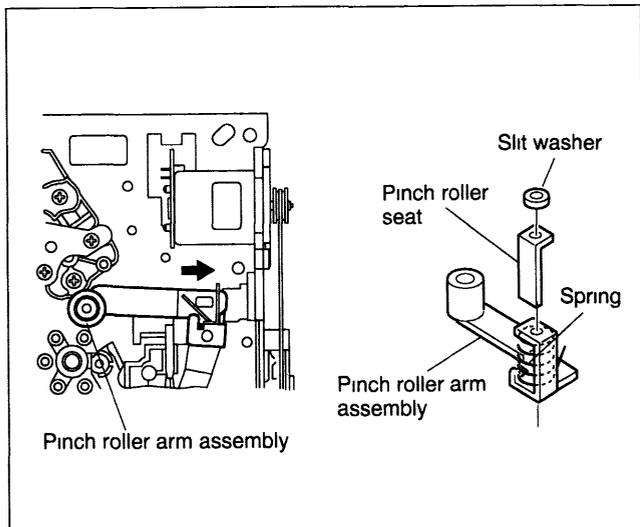

Fig 2-2-10
- (1) Remova a mola (spring) da trava da alavanca pressora
- (2) Remova a trava (slit washer) e remova a cobertura da mola tensora (pinch roller seat) (Veja Fig 2-2-10)
- (3) Retire o conjunto braço do rolo pressor puxando-o para cima